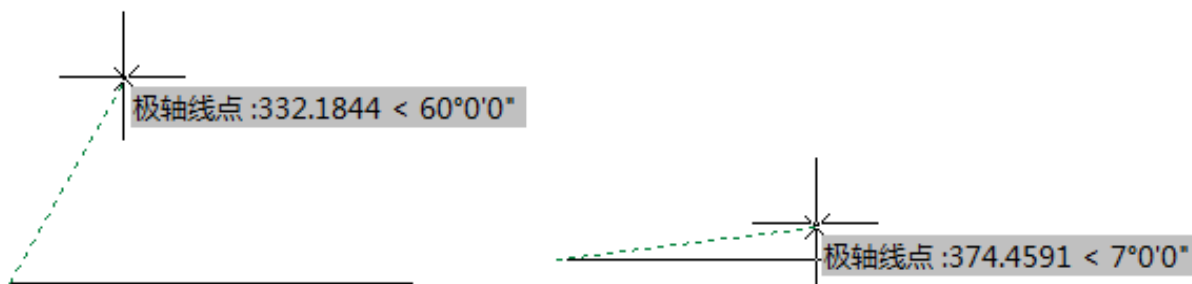

图 2-18 增量角和附加角
**（5）极轴角设置：**根据需要设置极轴捕捉的增量角、附加角。绝对角度是相对于水平线的角度；相对角度是相对于已绘制出的线的角度；附加角是在设置增量角度后，另外设置的角度。系统除了按照增量角捕捉外也根据附加角的值捕捉。如图 2-18 所示。